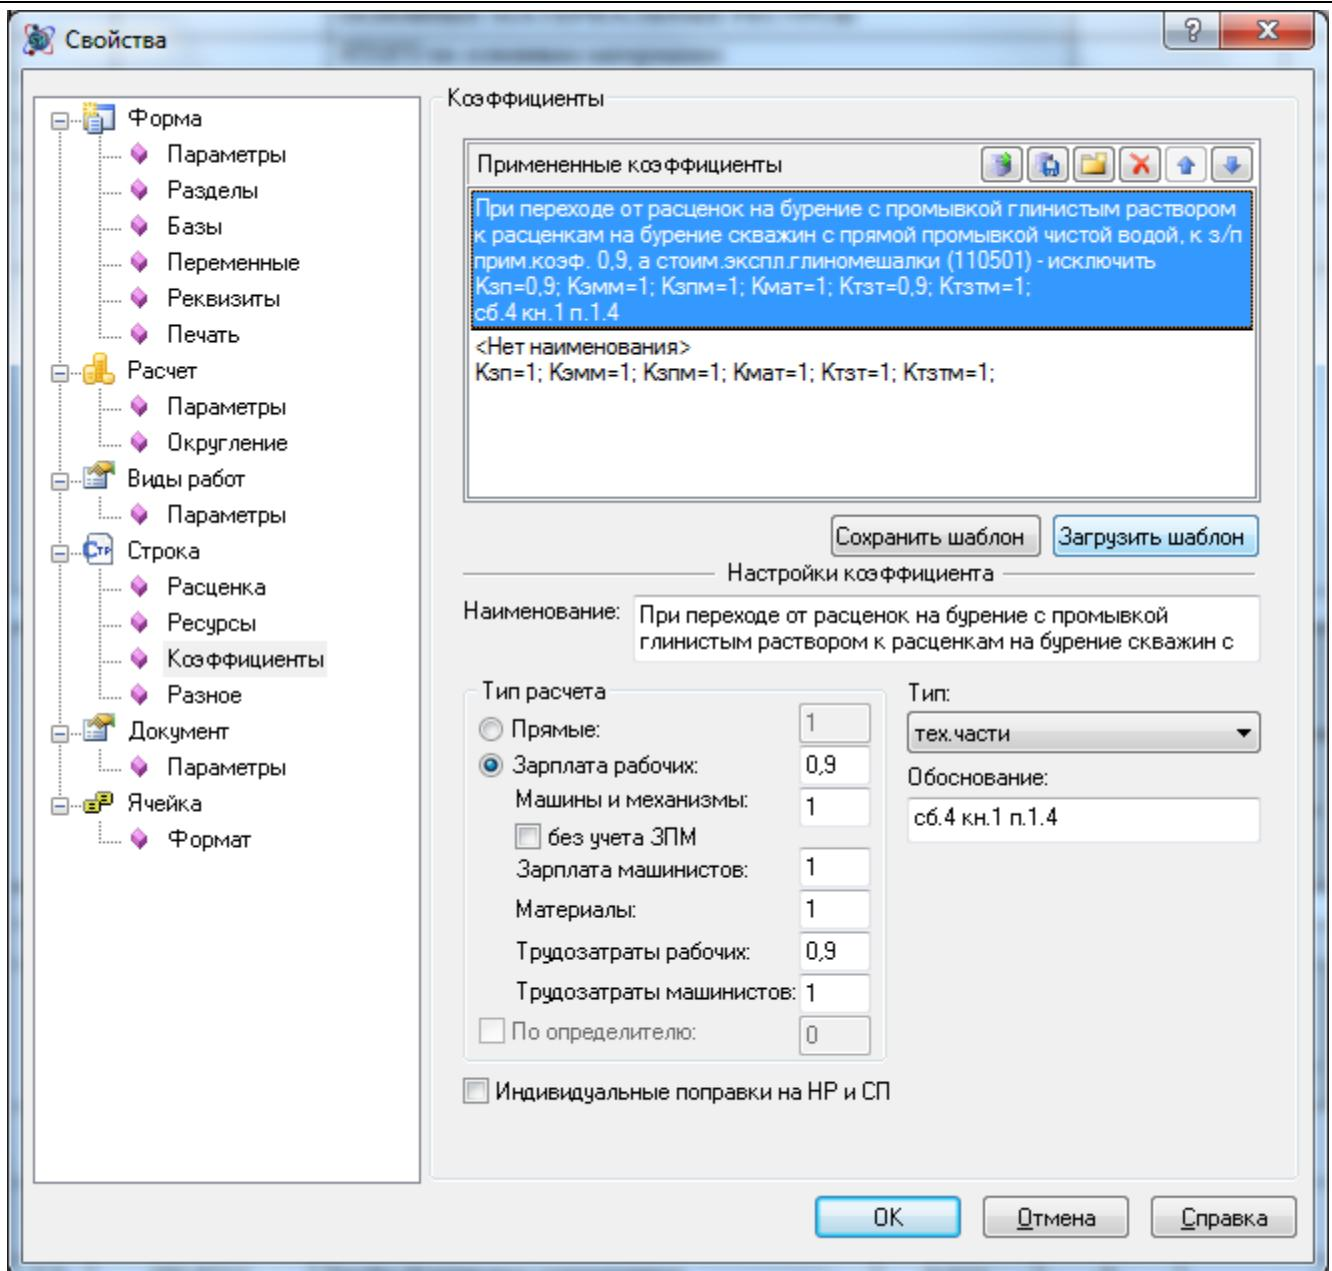

Рис. 4.26 Диалоговое окно Свойства, раздел Стока/Коэффициенты
Раздел Стока/Коэффициенты (рис. 4.26) диалогового окна **Свойства** служит для отображения и применения коэффициентов к строке расценки.
2. Перейти в раздел Стока/Коэффициенты (см. рис. 4.26) диалогового окна *Свойства* и применить коэффициент или ввести значение коэффициента на вкладке **Строка**.